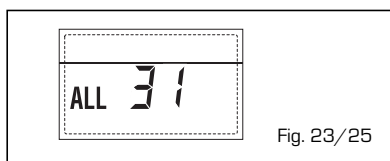

Fig. 23/25
**- ANOMALIA CONFIGURAZIONE IMPIANTO TRE ZONE "ALL 32" (fig. 23/26)**